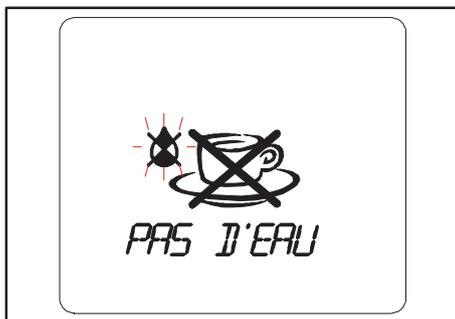
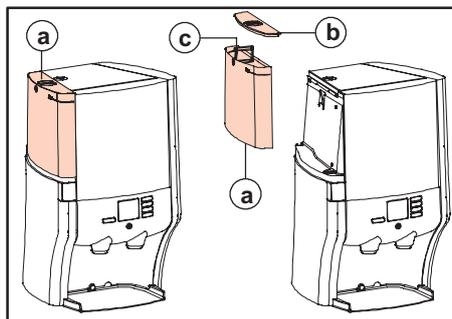

Fig. 7 Remplissage du réservoir d'eau
Fig. 8 Modèle à réservoir d'eau
Lorsque le symbole "PAS D'EAU" (fig. 7) s'affiche à l'écran, le réservoir d'eau (fig. 8 a) doit être rempli :
1. Enlevez le couvercle (fig. 8 b).
2. Faites glisser le réservoir d'eau vers le haut et extrayez-le de son logement dans le distributeur (fig. 8 c).